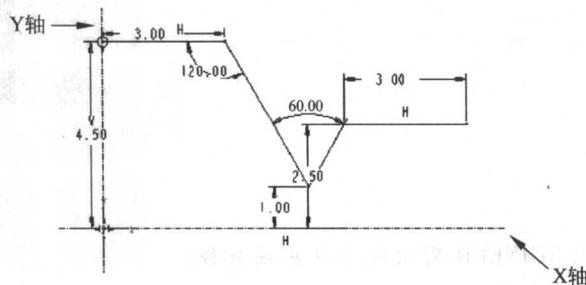

图 1-2
- (1) 选择【新建】|【零件】命令，新建一个零件模块。
- (2) 在菜单栏中选择【插入】|【模型基准】|【图形】命令。
- (3) 系统提示输入图形名称，输入“Graph1”。
- (4) 在工具栏中单击 以创建坐标轴，单击 创建 X 轴和 Y 轴。
- (5) 以直线绘制如图 1-2 所示的图像并标注尺寸。
- (6) 单击 完成操作。